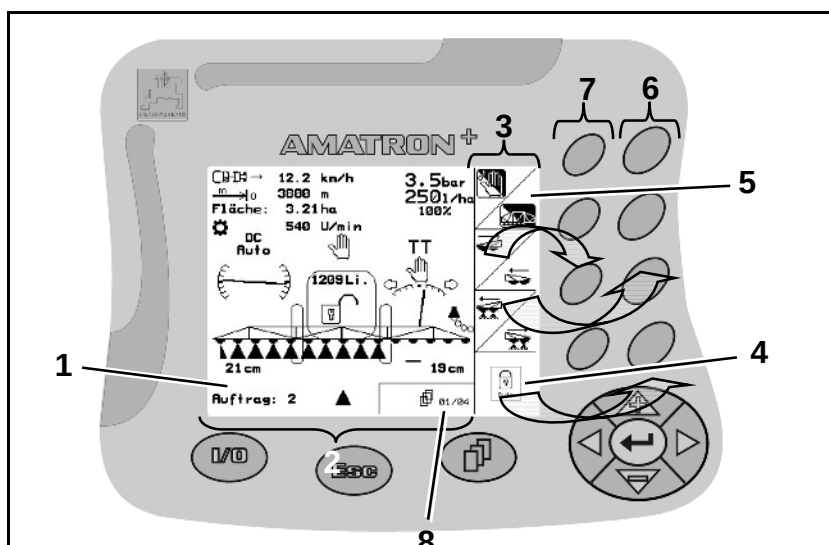

Рис. 5
- Рис. 5/...
- (1) Дисплей. Дисплей состоит из рабочего дисплея (2) и функциональных полей (3).
- (2) Рабочий дисплей. Рабочий дисплей отображает выбранные в данный момент функции опрыскивателя, а также фактическую скорость движения [км/час], пройденный участок [м], обработанную площадь в [га] и фактическую частоту вращения BOM [об/мин].
- (3) Функциональные поля состоят либо из одного квадратного поля (4) либо из квадратного поля, разделенного по диагонали (5).